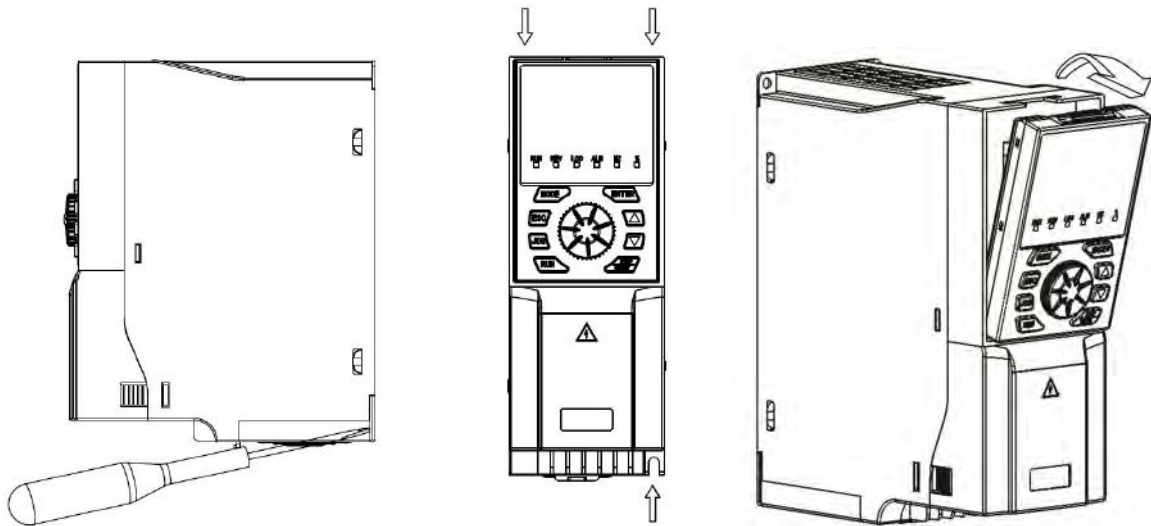

Рисунок 4.4 Метод установки
- См. рисунок 4.4 для подтверждения монтажных отверстий на частотно-регулируемом приводе.